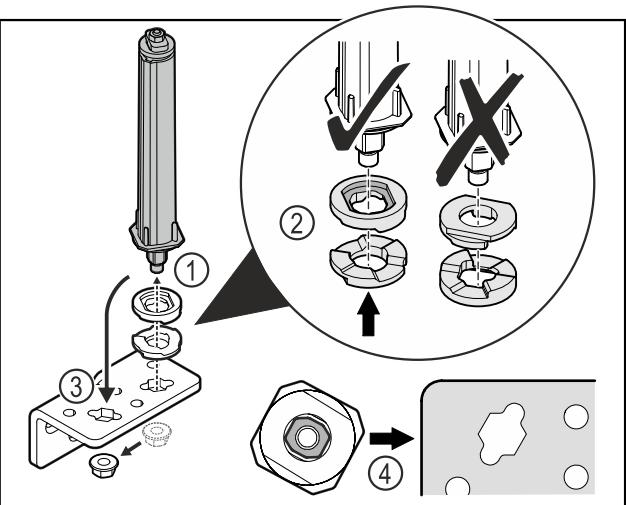

Fig. 27
- Mutter lösen und Türschließsystem entfernen Fig. 27 (1).
- Auf die korrekte Ausrichtung der Höhenverstellscheiben achten Fig. 27 (2).
- Türschließsystem im Scharnierwinkel umsetzen und mit der Mutter fixieren Fig. 27 (3).
- Beim Einsetzen auf die korrekte Ausrichtung des Türschließsystems achten Fig. 27 (4).